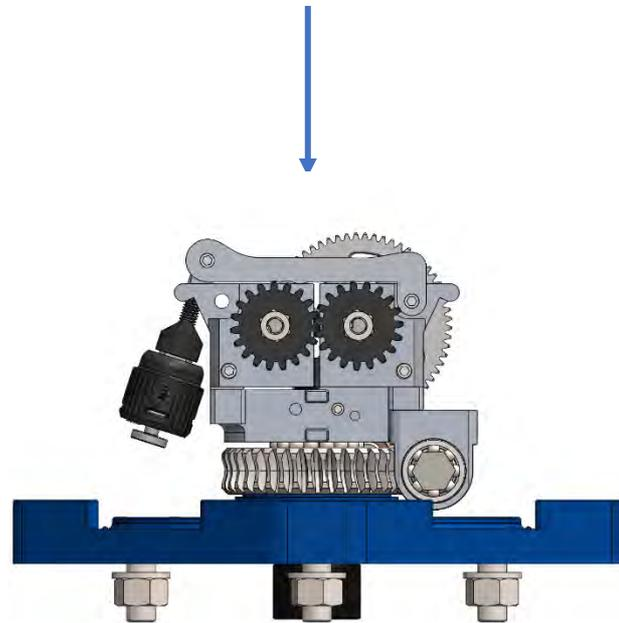

Figure 16
2. Dévissez la molette de serrage du Twister. Figure 16;